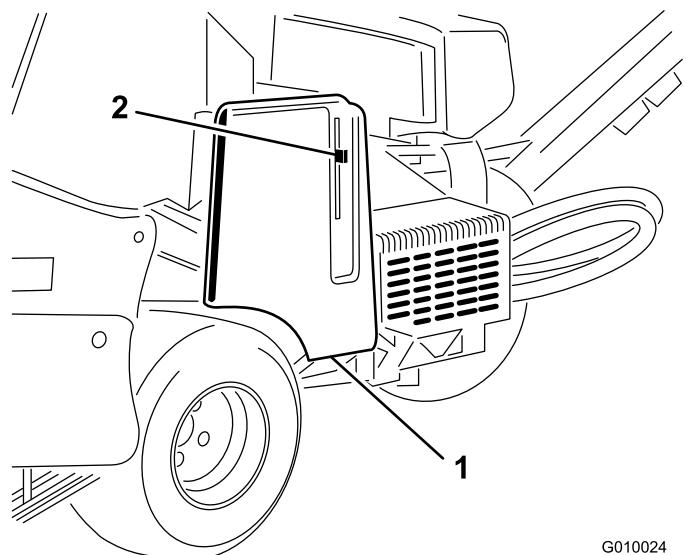
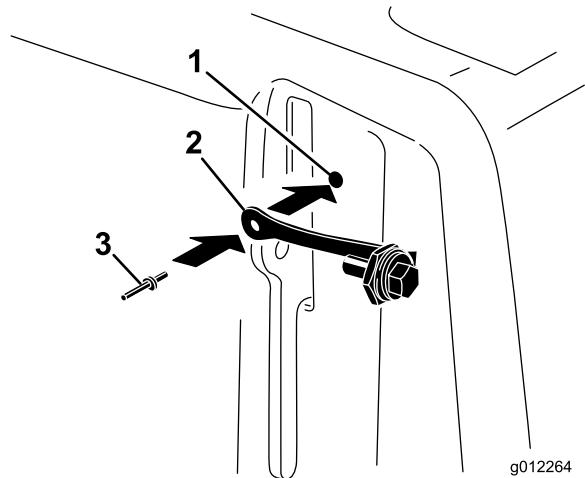

Figura 8
Figura 9
- Individuate il foro sul paracinghia, vicino alla leva del dispositivo di fermo (Figura 8 e Figura 9).
- Fissate il cordino al foro presente sul paracinghia per mezzo di un ribattino con spina (Figura 9).